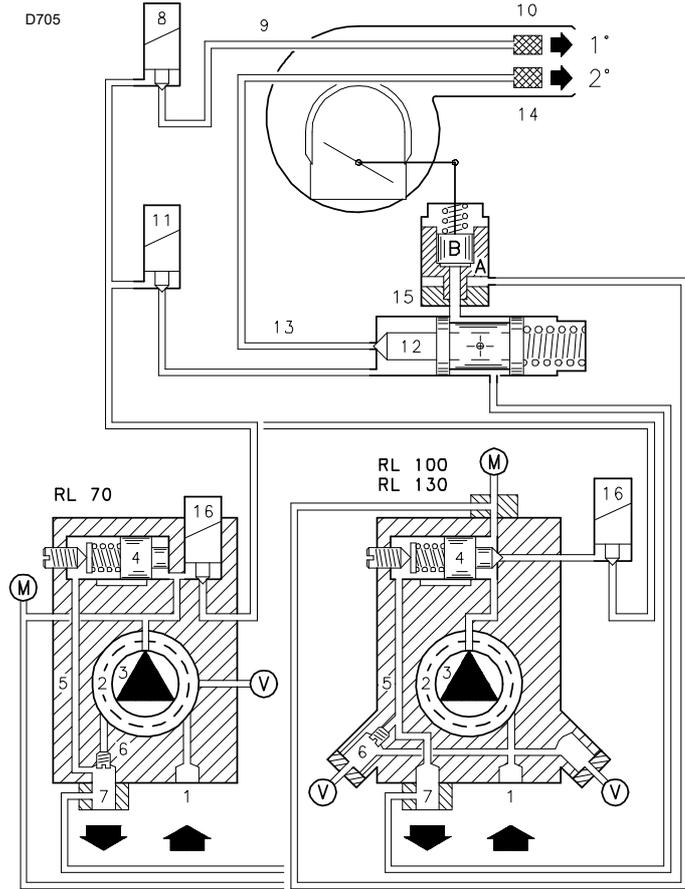

Abb. 24
8.2.1 Anfahren des Brenners (Abb. 23) - (Abb. 24)